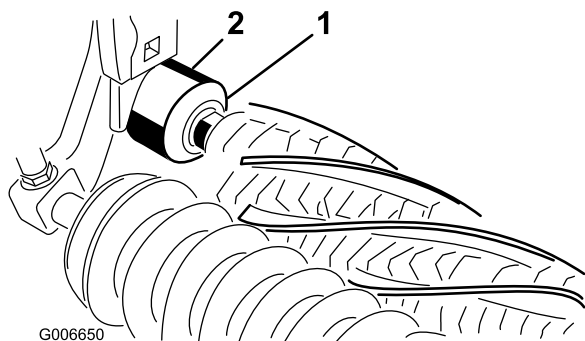

Figure 12
24. Assurez-vous que la lèvre de chaque joint d'exclusion est légèrement en contact avec chaque logement de roulement (Figure 12).